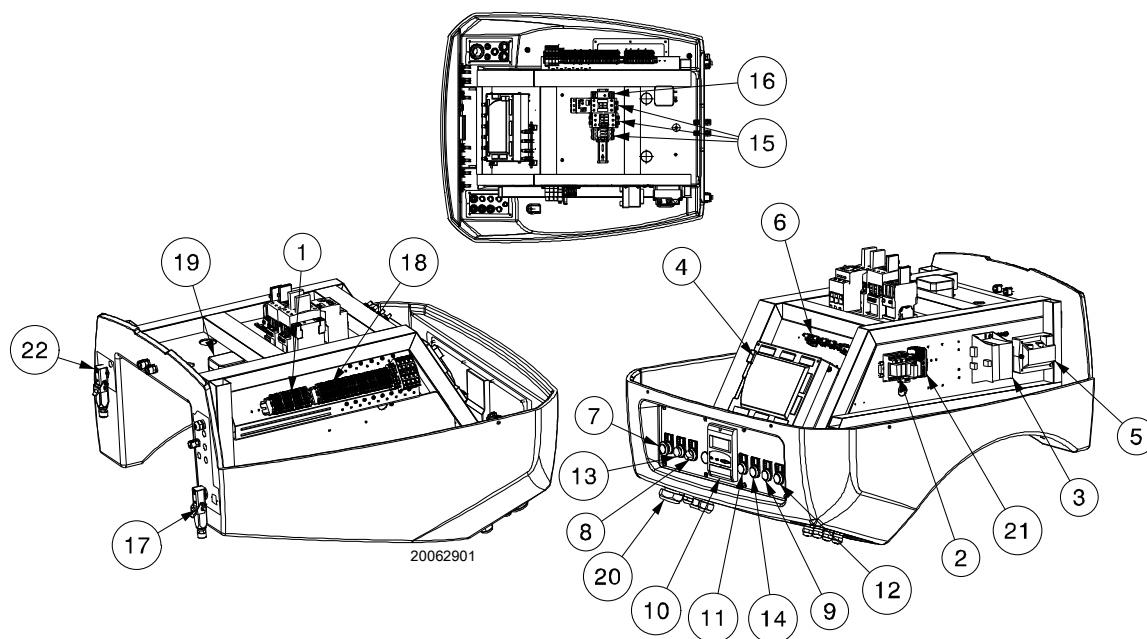

图 5
- **控制箱锁定：**如果按钮 13) (图 5) (红色 LED) 亮起，则说明燃烧器处于锁定状态。按下按钮 13) (图 5) 解锁。